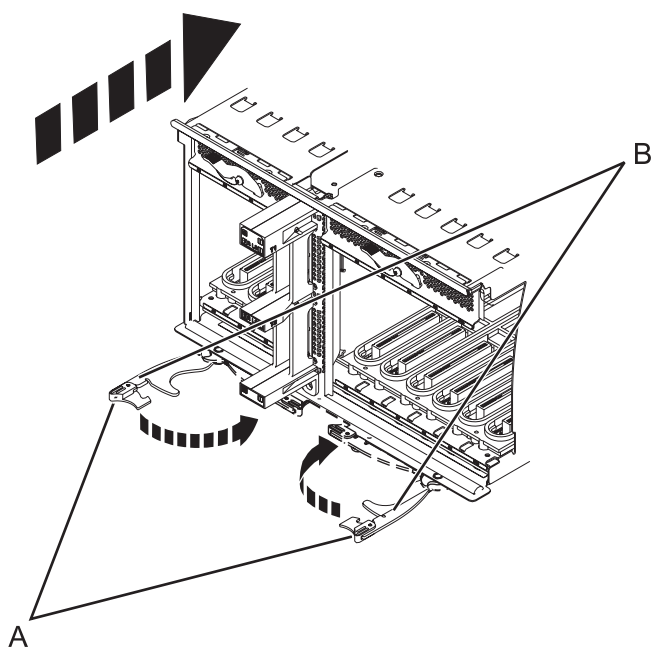

Figura 82. Instal·lació de la placa del sistema d'E/S en un model muntat en bastidor
9. Inseriu la placa del sistema d'E/S fermament al servidor, com es mostra a la Figura 82 a la pàgina 111.
10. Fixeu la placa del sistema d'E/S amb les pestanyes de bloqueig (A), com es mostra a la Figura 82 a la pàgina 111.